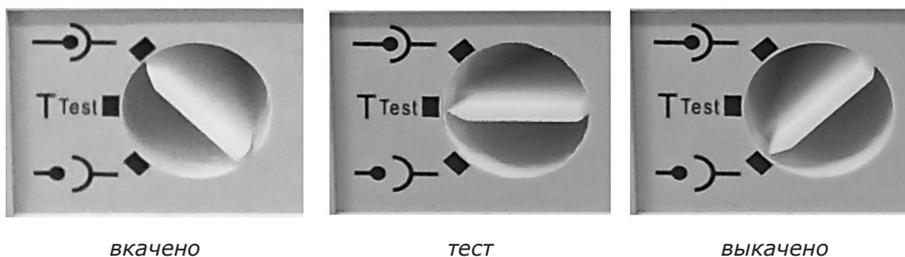

Рисунок 21
4.8.1.2 Установите выдвигной выключатель на направляющих корзины в соответствующие пазы (рисунок 21).